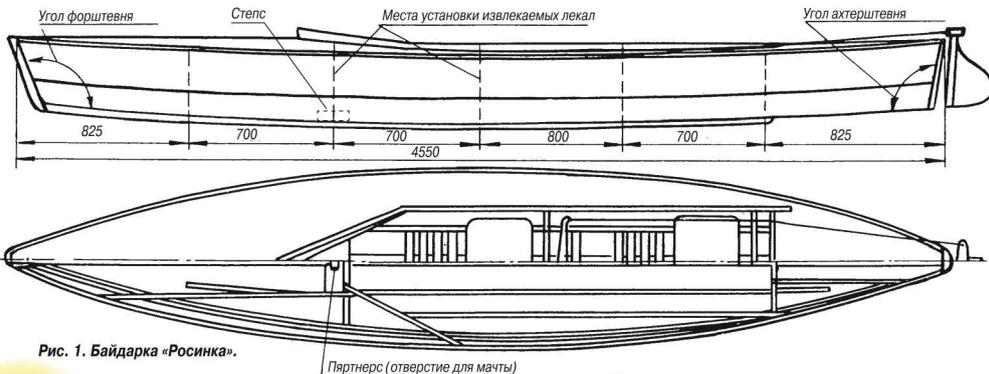

Рис. 1. Байдарка «Росинка».
Особой же популярностью у туристов пользуются байдарки и каноэ. Много лет назад для спорта, туризма и рыбалки была создана лёгкая байдарка «Росинка». Благодаря сравнительной простоте конструкции и изготовления она пользовалась популярностью у людей, желающих построить лодку своими руками. Её чертежи с указанием размеров представлены на рис. 1, 2 и 4.
1. На стапеле устанавливаем вырезанные из фанеры шпангоуты, при этом строго выдерживаем расстояние между ними (рис. 1).
их присоединения к килю должны соответствовать положению, обозначенному на общем чертеже (см. рис. 1).